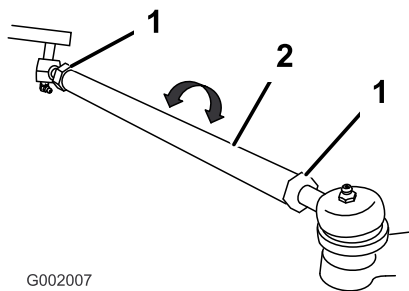

Figura 34
5. Se a medição obtida não corresponder aos valores especificados desaperte as porcas de segurança nas extremidades das barras transversais (Figura 34).